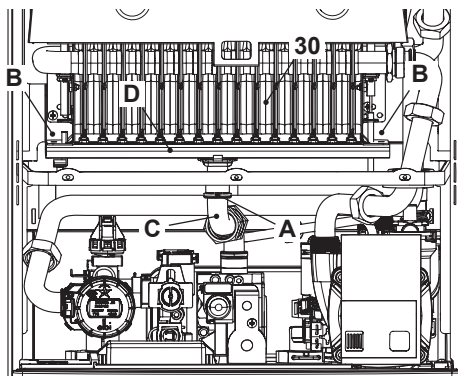

Fig. 8.1
- Svitare il girello "A" e le viti "B" (Fig. 8.1).
- Sfilare frontalmente il collettore gas "D" del bruciatore 30 (Fig. 8.1).
- Eseguire la trasformazione del tipo di gas sostituendo correttamente gli ugelli più le guarnizioni del collettore gas "D" (Fig. 8.1).
- Rimontare il collettore gas sul bruciatore 30 in Fig. 8.1 fissandolo con le viti "B".